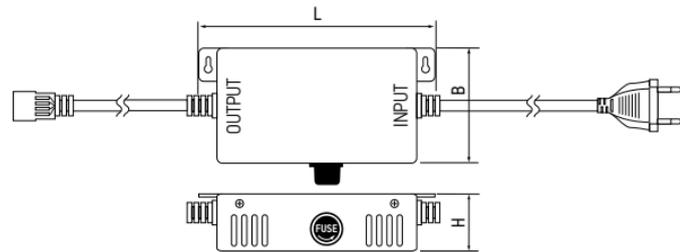
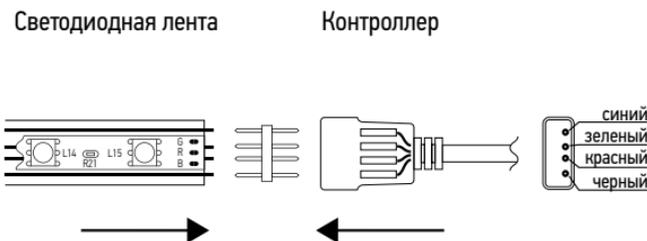

Рис.1 Габаритные размеры контроллера для светодиодной ленты MVS-5050 RGB
Рис.2 Схема подключения контроллера для светодиодной ленты MVS-5050 RGB
- 4.1 Подключать контроллер (Рис.1) к светодиодной ленте **MVS-5050 RGB** согласно схеме, приведенной на Рис.2 **только при отключенном питании**